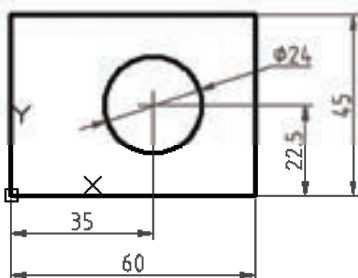

图 5-39 绘制图形并标注尺寸
- 1) 新建一个图形文件，在该图形文件中绘制图 5-39 所示的图形，并标注其尺寸。